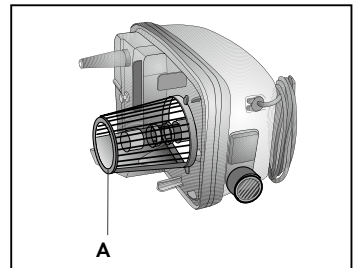

Fig. 21
- Vaciar el depósito de recuperación (2).
- Activar la función aspiración con la tecla aspiración (19) y aspirar el agua con los accesorios previamente Utilizados para la limpieza.
- Vaciar el depósito de recuperación (2) y en su caso repetir la operación.
Cada vez que se realiza la limpieza de la parte inferior del aparato, limpiar la parte externa del filtro (A) de cualquier residuo sólido (Fig. 21).